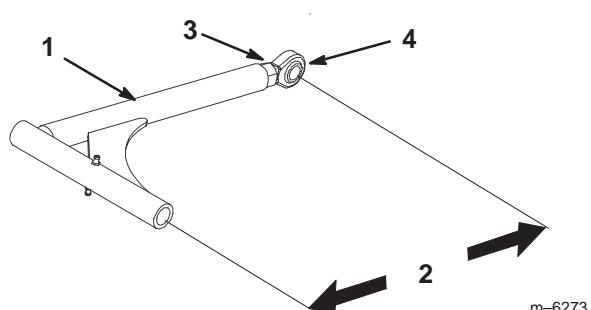

Figure 65
- Pour régler les bras de poussée, desserrez l'écrou de blocage et tournez la rotule dans le sens anti-horaire, un tour à la fois. (Fig. 65).
- Réglez chaque côté de la même façon. La longueur nominale de chaque bras de poussé doit être de 389 mm (Fig. 65).